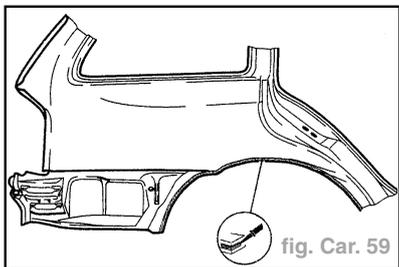

fig. Car. 59
- Appliquer de la colle sur la bordure, 2 cordons Ø **4 mm** (couper le bec en conséquence) (fig. Car. 59).